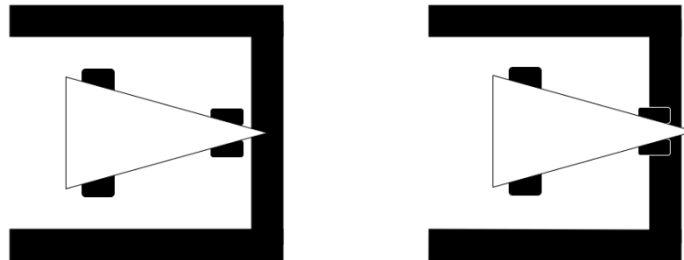

Figura 5: Robô não cruzou (esquerda) e cruzou (direita) a linha de chegada
- a) considera-se que o robô terminou a pista quando a sua parte dianteira tiver ultrapassado (cruzado) a linha que assinala o final da pista, como se ilustra na Figura 5;